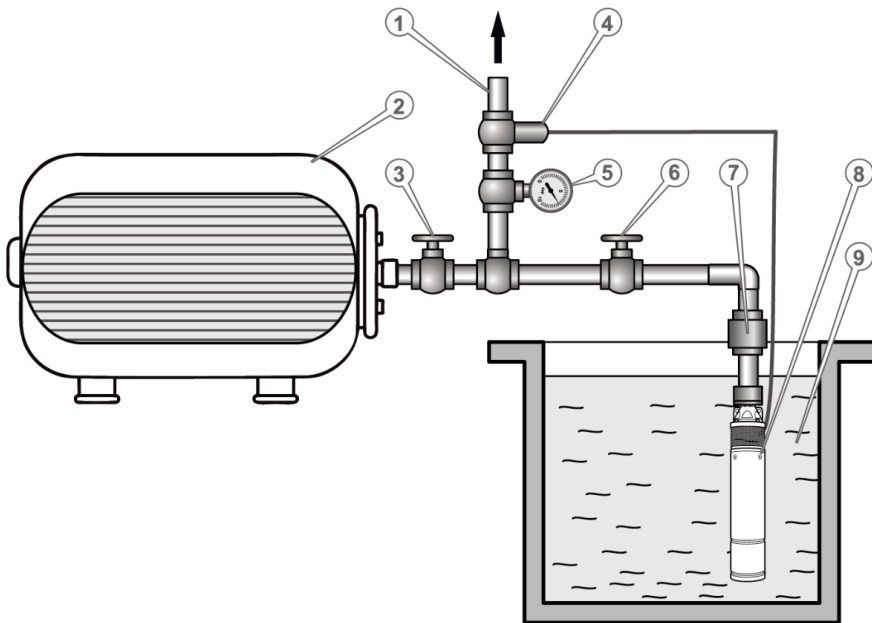

Рисунок 3. Схема монтажу гідроакумуляторів у систему водопостачання з глибинним насосом.
4. Перед монтажем у систему водопостачання, в газовій камері гідроакумулятора слід створити необхідний початковий тиск. Переконавшись, що внутрішній тиск повітря виробу відповідає технічним характеристикам виробу: 1,5 - 2,0 бар (0,1 - 0,2 МПа). За необхідності, треба додати тиск звичайним пневматичним насосом через повітряний клапан (8, рис. 1) або стравити. Зміну тиску повітря проводити на порожньому гідроакумуляторі без води з використанням манометра (5, рис. 3).
- під'єднати трубопровід із вхідним запірним краном (3, рис. 3) до суцільного фланця із штуцером (3, рис. 1);
- по чергово під'єднати: напірну трубу від насоса зі зворотним клапаном системи водопостачання (7, рис. 3), вхідний запірний кран системи водопостачання (6, рис. 3), манометр (5, рис. 3), реле (контролер) тиску (4, рис. 3) до патрубку побутового водопроводу (1, рис. 3).